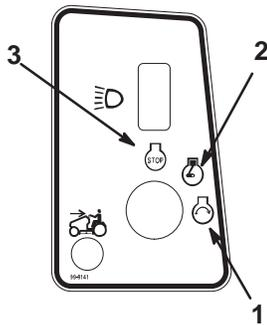

Abbildung 10
6. Den Zündschlüssel im Uhrzeigersinn drehen und in Position "START" halten (Abb. 10). Wenn der Motor anspringt, den Schlüssel loslassen.
2. Die Zündung ausschalten und den Schlüssel abziehen (Abb. 10).